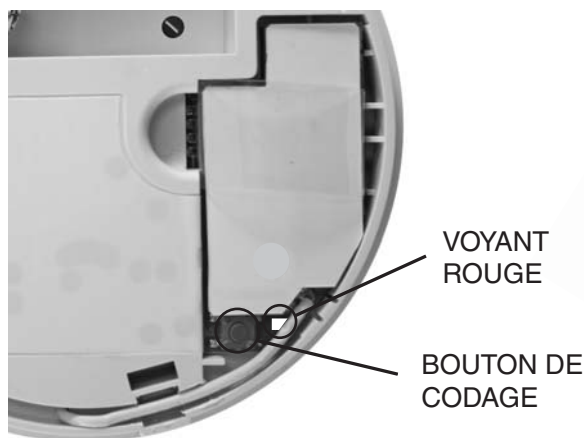

Figure 15a
1. Avant de poser le détecteur de fumée sur la plaque de fixation, appuyer sur le bouton de codage situé à l'arrière du module RadioLINK et maintenez-le enfoncé jusqu'à ce que le voyant rouge s'allume (voir figure 15a). Dès que le voyant rouge s'allume, relâchez le bouton de codage.